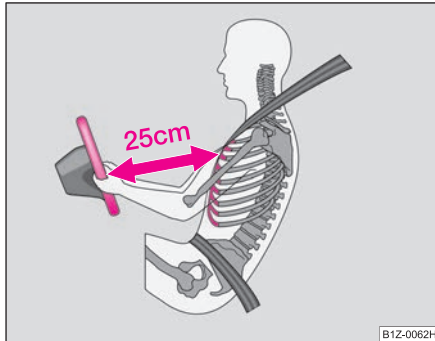

Abb. 116 Sicherer Abstand vom Lenkrad
- Für den Fahrer und Beifahrer ist es wichtig, einen Abstand von mindestens 25 cm vom Lenkrad bzw. von der Schalttafel einzuhalten ⇒ **Abb. 116**. Wenn Sie den Mindestabstand nicht einhalten, kann Sie das Airbag-System nicht schützen - Lebensgefahr! Außerdem müssen die Vordersitze und die Kopfstützen immer der Körpergröße entsprechend richtig eingestellt sein.